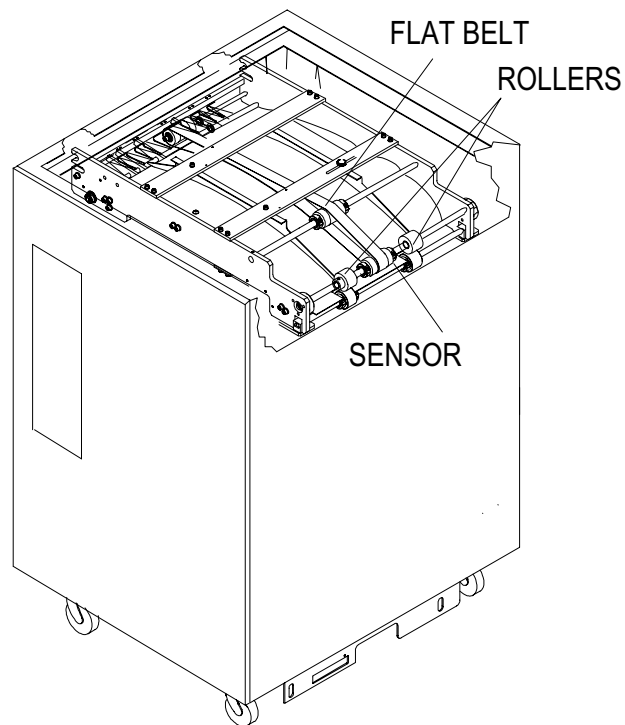

Abbildung 4-5: Den Bypass reinigen
- 2 Reinigen Sie die drei roten Zuführungsrollen und den grünen flachen Riemen wie in Abbildung 4-5 gezeigt nur mit 90%igem Isopropylalkohol und einem sauberen fusselfreien Tuch.
- 3 Reinigen Sie den Sensor wie in Abbildung 4-5 gezeigt nur mit 90%igem Isopropylalkohol und einem sauberen fusselfreien Tuch.